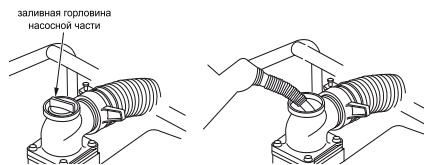

Рис. 5
- вывернуть пробку заливной горловины насосной части (см. рис. 5);